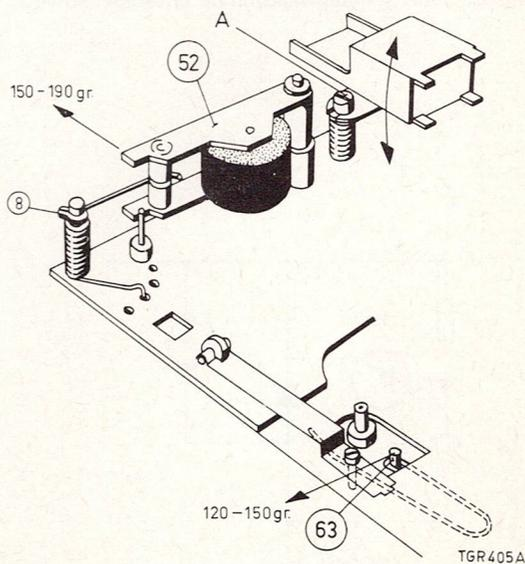

Fig. 10
Tête d'enregistrement/reproduction, fig. 10
- . Régler sur la tension de sortie maximale au moyen de la vis A (fig. 10).
Levier de galet presseur, fig. 10
- . La force nécessaire pour dégager tout juste le galet presseur du cabestan doit être comprise entre 170 ± 20 g, voir figure 10.
Contrôle du galet presseur 63, fig. 10
La pression de la poulie contre le plateau à bobine doit être comprise entre 120 et 150 g, comme le montre la figure 10.
Galet presseur, fig. 10
- . La pression du galet presseur exercée contre le plateau à bobine de droite doit être de 135 ± 15 g, voir fig. 10.